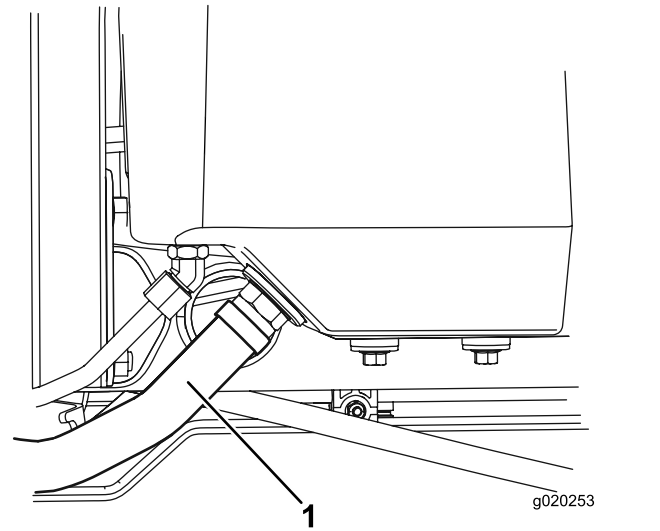

Bild 81
2. Schließen Sie den großen Hydraulikschlauch (Bild 81) vom Behälter ab und lassen das Hydrauliköl in eine Auffangwanne ablaufen.